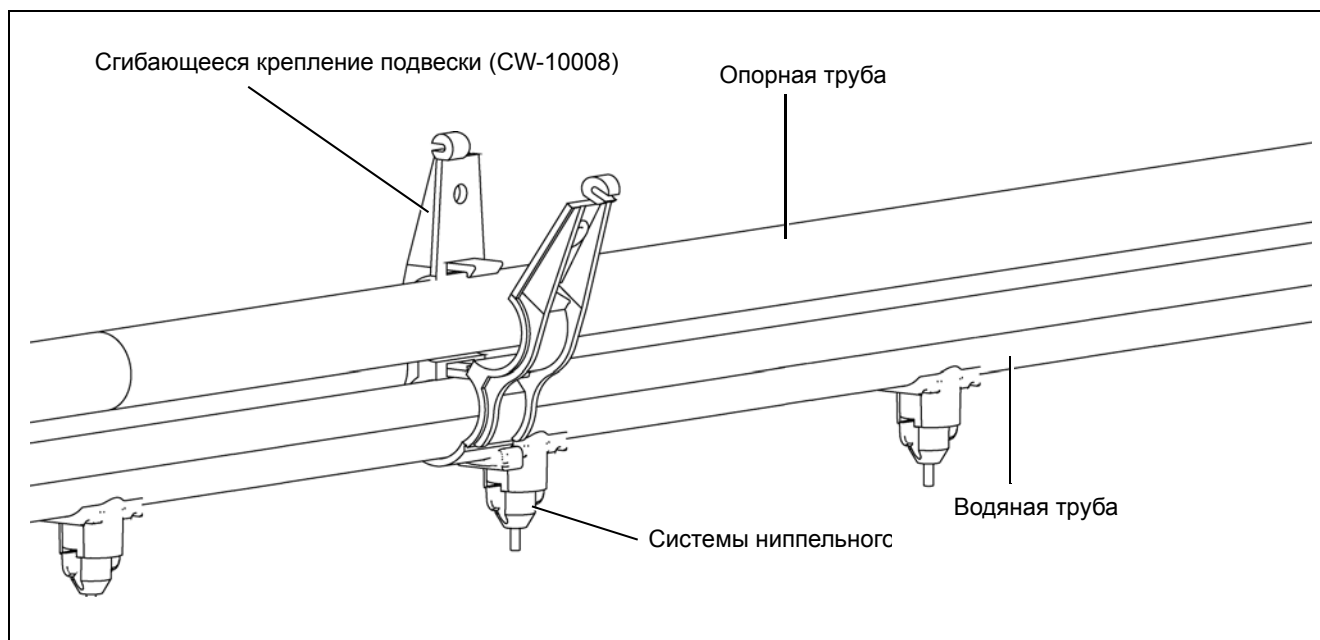

Рисунок 6F
3. Оберните крепления подвески (CW-10008) вокруг водяной трубы и опорной трубы и закрепите их вместе. (См. Рисунок 6F.)